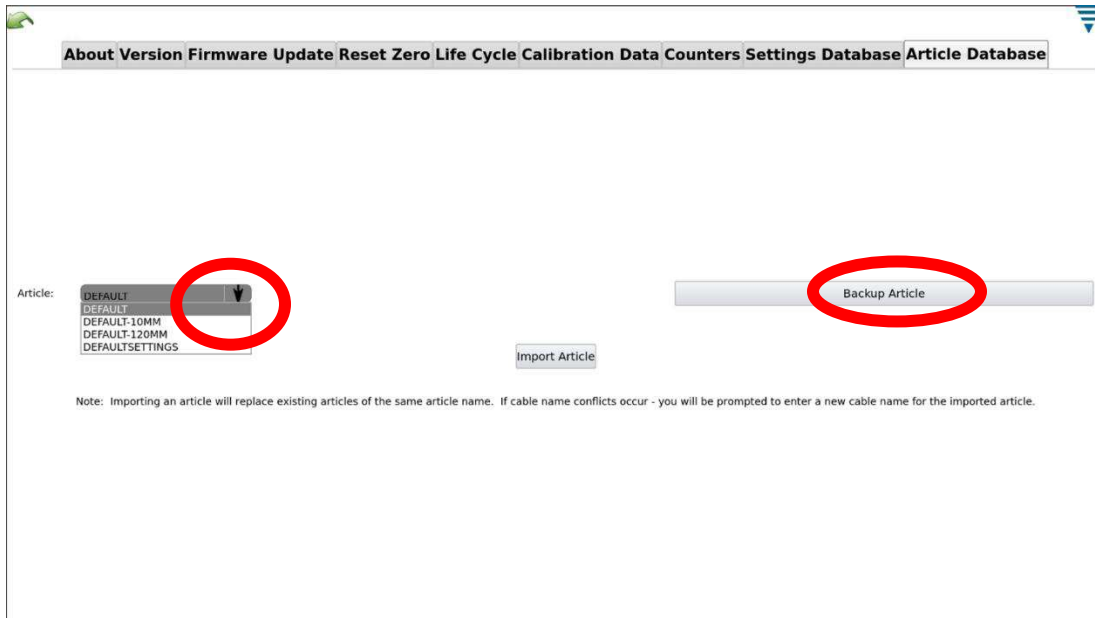

Abbildung 30
3. Wählen Sie „Backup Article“ (Datensicherung Artikel – siehe Abbildung 30).
*Wenn sich das Werkzeug ändert, muss eine Anpassung/Überprüfung des Artikels durchgeführt werden, um zur Fortsetzung des Produktionslaufs für den Artikel sicherzustellen, dass sich die Parameter nicht geändert haben. Die Überprüfung findet automatisch statt und der Status wird auf dem Produktionsbildschirm angezeigt (siehe Abbildung 30).*